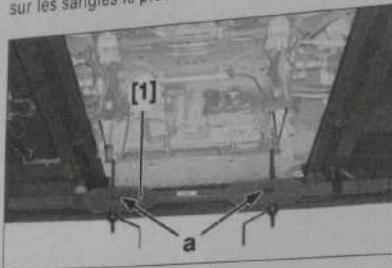

Fig. 4
- Mettre en place le compresseur de suspension [1] (Fig.4).